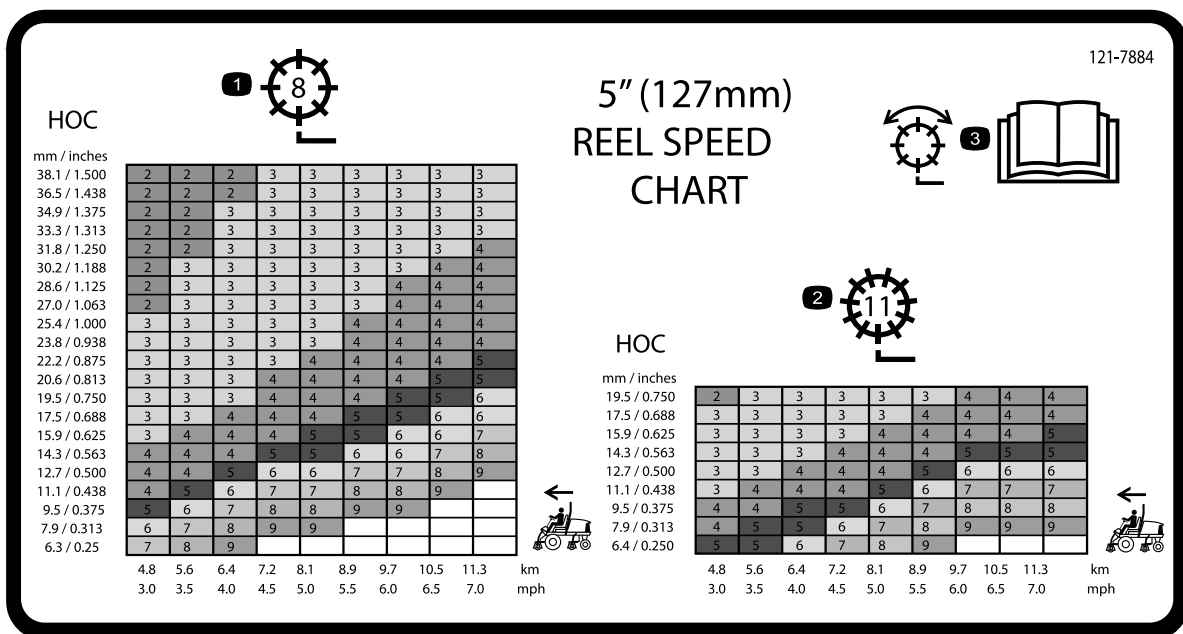
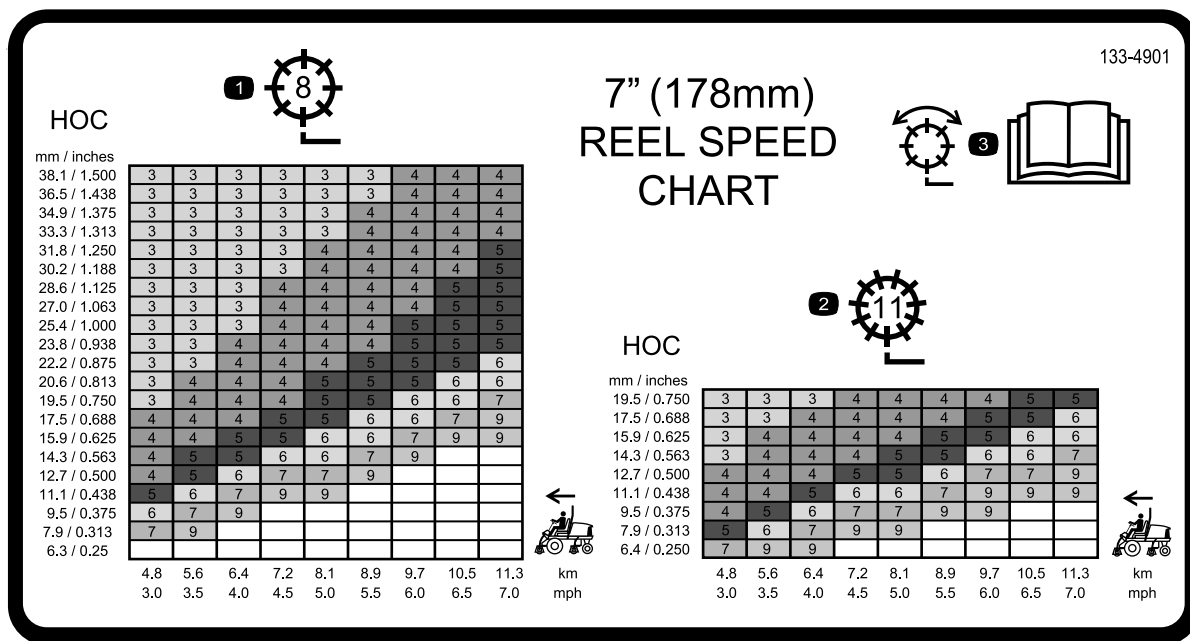

Figure 40
Figure 41
3. Reportez-vous au graphique sur les autocollants du tableau de vitesse des cylindres (Figure 40 et Figure 41) pour déterminer le réglage de vitesse de cylindre correct.